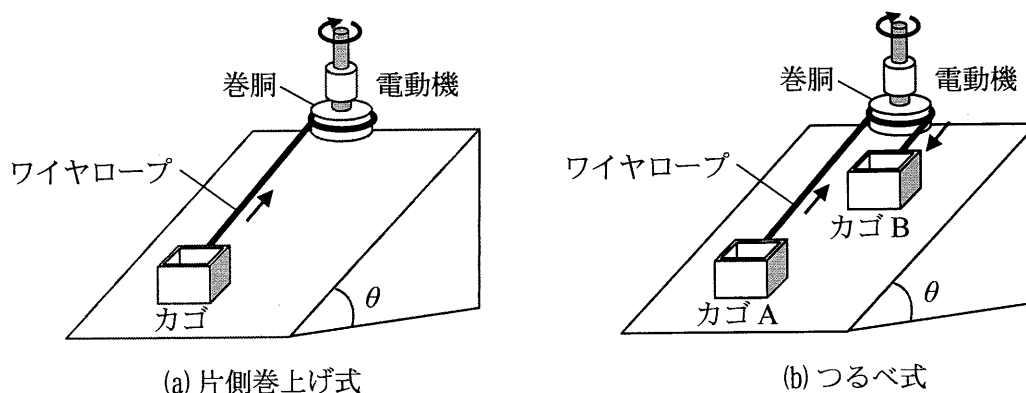

図2 巻上装置の簡略図
(2) 図2は、カゴに積載した荷(積荷)を斜面に沿って引き上げる二つの方式の巻上装置について、簡略に図示したものであり、図2(a)は、一つのカゴを繋いだワイヤロープを巻胴で巻き取る片側巻上げ式である。巻胴と電動機の回転軸は直結しており、巻胴の回転動作は電動機によって駆動され、巻胴にトルクを与えなければ巻胴は逆回転し、カゴは重力の作用で斜面に沿って降下する。図2(b)は、一つの巻胴に巻かれたワイヤロープの片端にカゴA、反対側の端にカゴBを繋ぎ、巻胴を回転させて片側のカゴを引き上げると、反対側のカゴが引き下がる仕組みのつるべ式である。この二つの巻上方式の所要動力等について比較する。
i) 図2 (a) の片側巻上げ式では、カゴに作用する重力により、斜面に沿って下向きに働く力は [N] となり、引き上げる際の走行抵抗は [N] である。これらの力を合計すれば、巻胴の半径が0.5mであるから、カゴの等速での引き上げ時における巻胴の回転軸の所要トルク [N・m] が求められる。